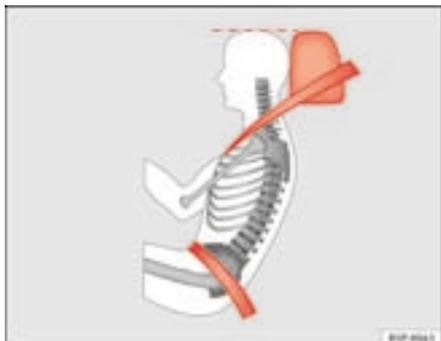

Fig. 13 Posição da faixa do cinto de segurança e do encosto de cabeça correctos, vistos de lado
- A faixa inferior do cinto de segurança tem de ser colocada junto à bacia, sem passar por cima do abdómen. O cinto de segurança tem de ficar bem cingido à zona pélvica do ocupante ⇒ fig. 13. Se necessário, reajustar um pouco a faixa do cinto de segurança.